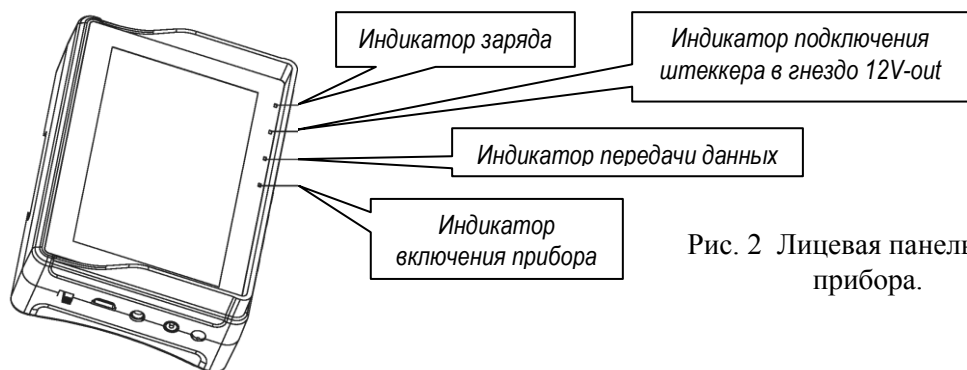

Рис. 2 Лицевая панель прибора.
- 5.1.3 Включить зарядное устройство в бытовую розетку сети питания  $\approx(220\div 240)$  В, частоты  $(50 \pm 2)$  Гц, при этом на лицевой панели должен загореться индикатор заряда батареи (см. Рис. 2).